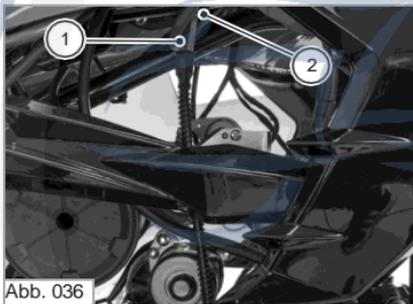

Abb. 036
Das Spiel des Kupplungshebels wird mit dem Hauptregler (1) eingestellt (siehe Abb. 036).
- Um Änderungen am Spiel des Kupplungshebels vorzunehmen, lösen Sie die Mutter (2) (siehe Abb. 036). Dann können Sie die Links-Rechts-Einstellung frei vornehmen.
- Nach der Einstellung die Kontermutter (2) festziehen.